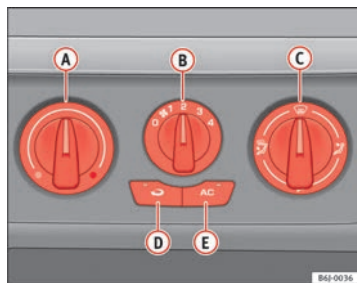

Fig. 94 Mandos del Aire Acondicionado en el tablero de instrumentos
- Desconecte el sistema de refrigeración con la tecla → fig. 94 **AC** (se apaga el testigo de la tecla).
Con la recirculación de aire en marcha $\Rightarrow$ fig. 94  (se enciende un testigo en la tecla), se evita que los malos olores del exterior, por ejemplo, al atravesar un túnel o en un atasco, penetren en el habitáculo.